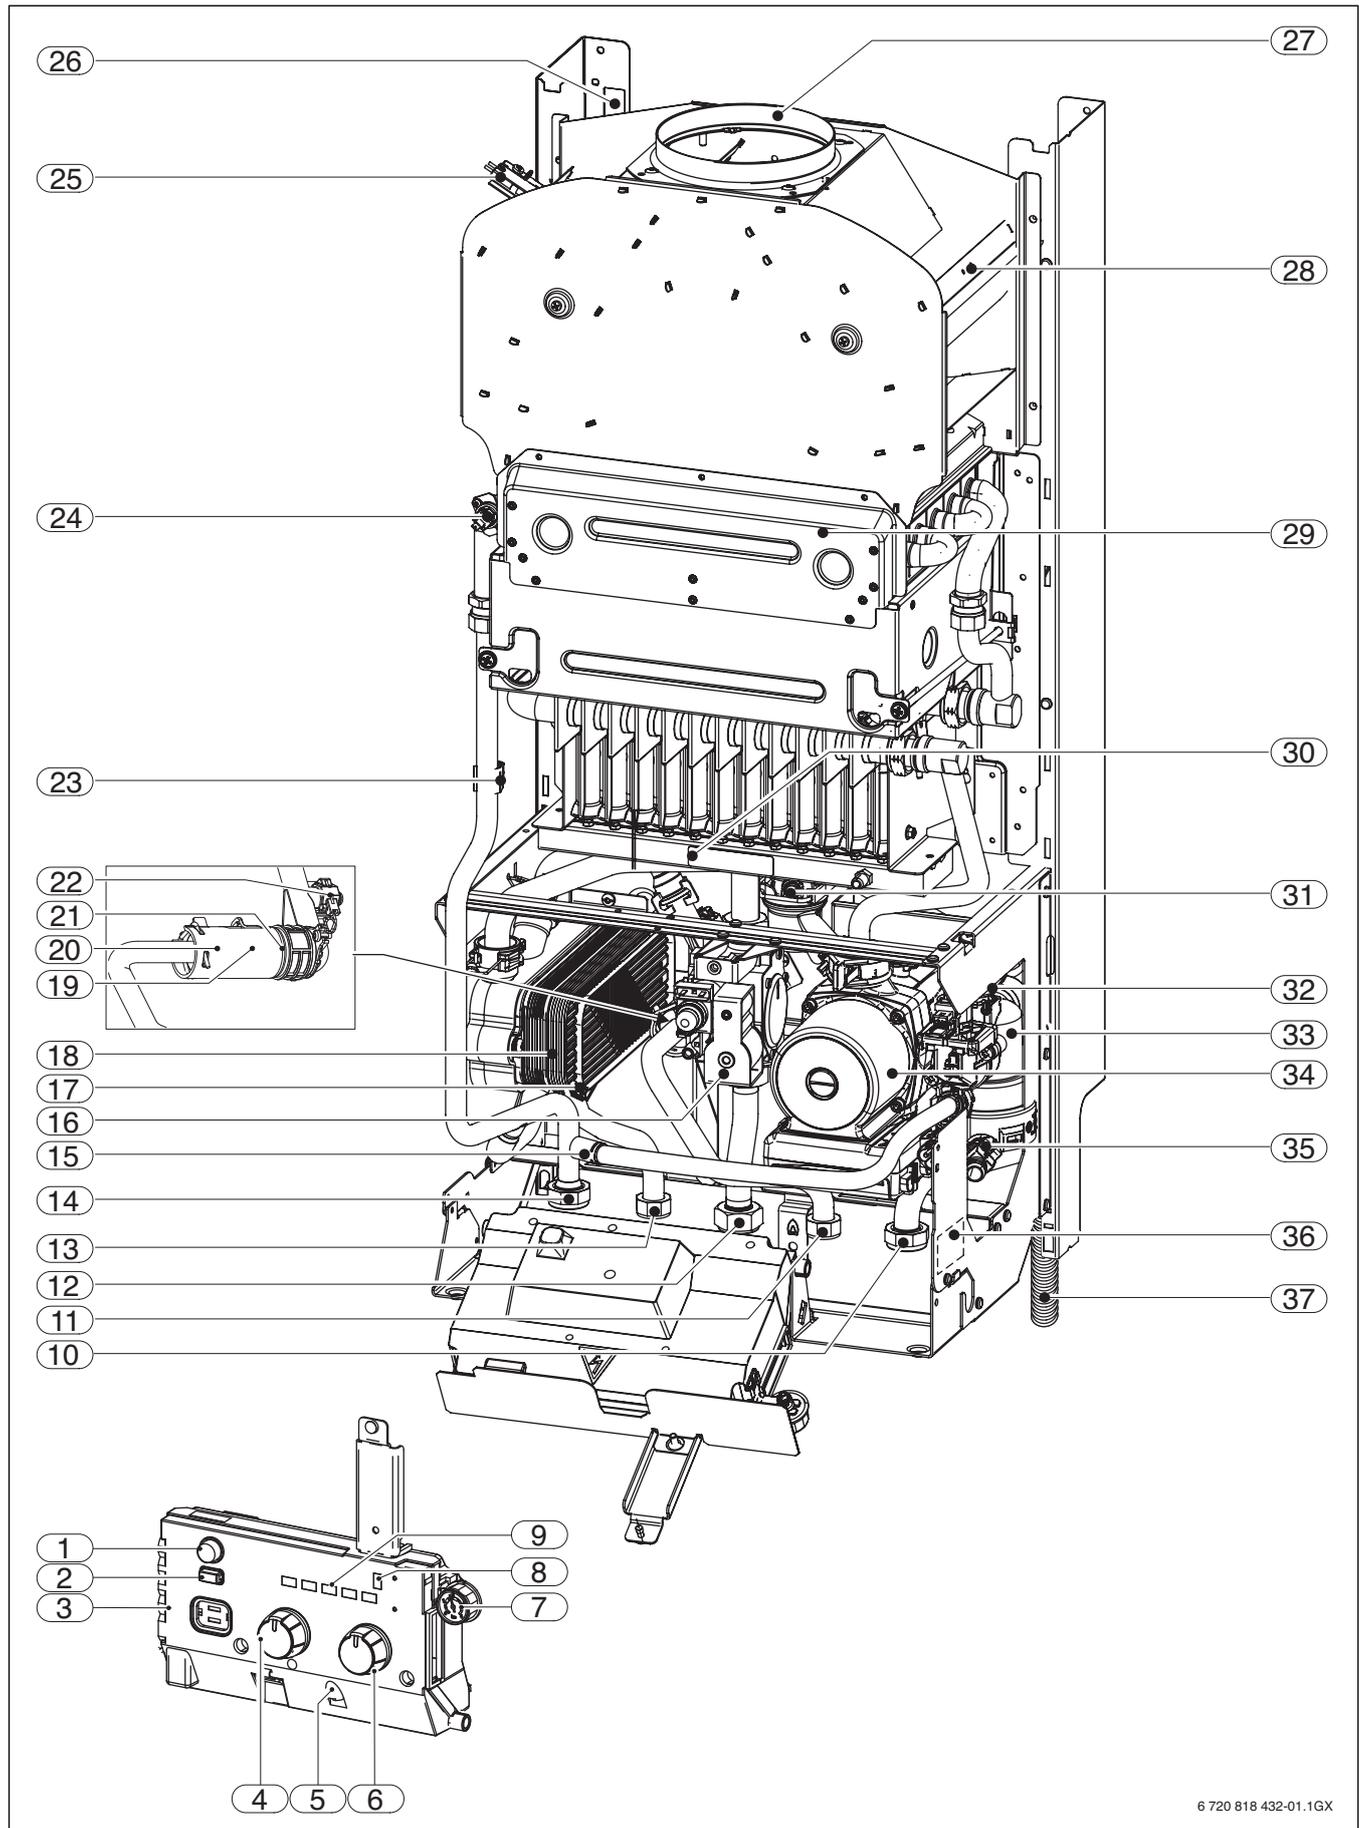
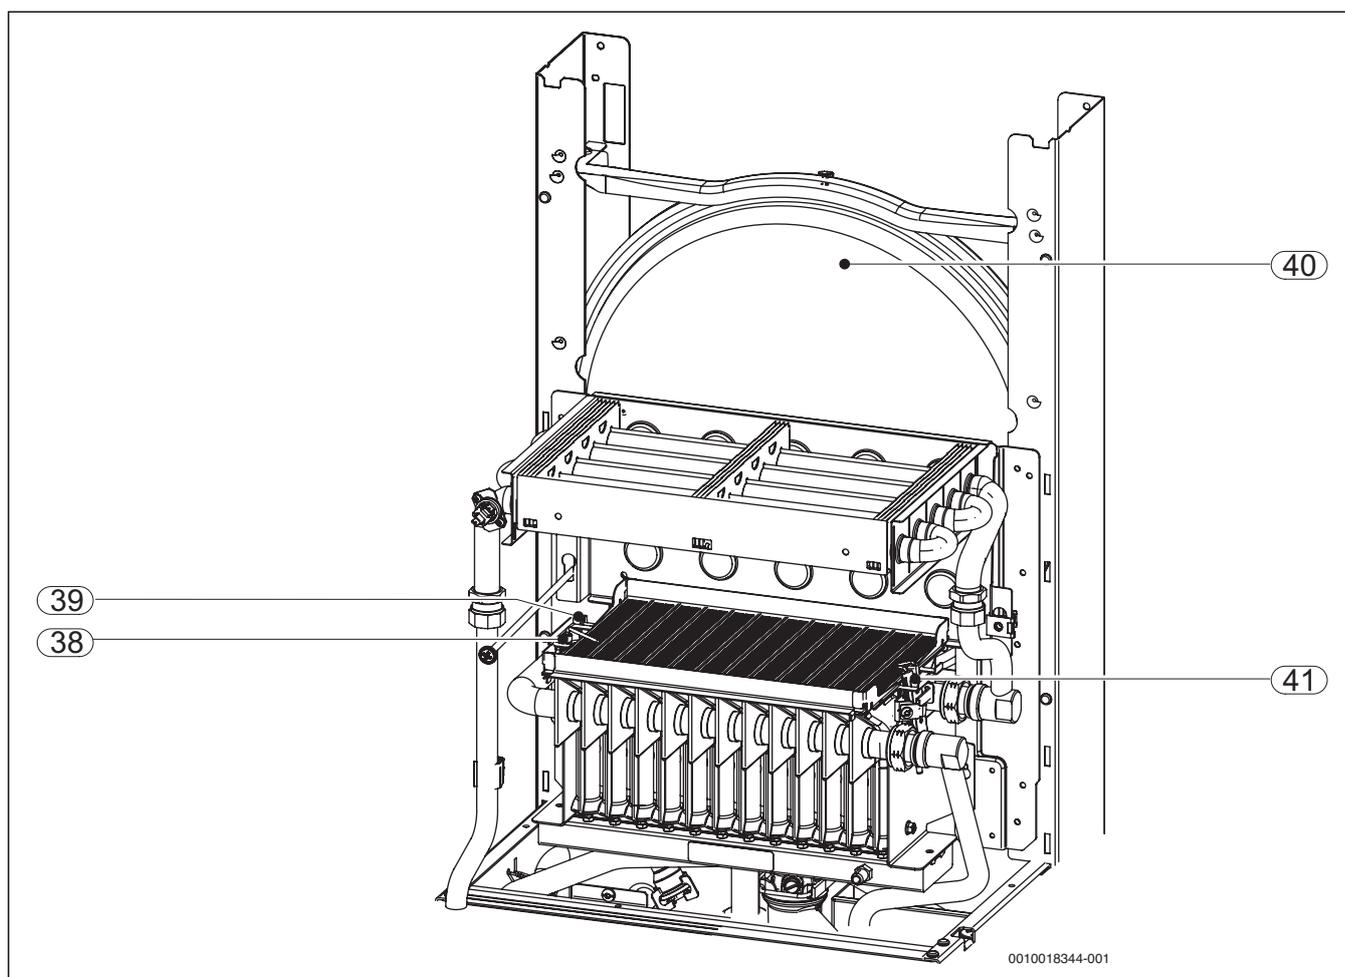

Fig. 3
Fig. 4
**Legenda da fig. 3 e da fig. 4:**